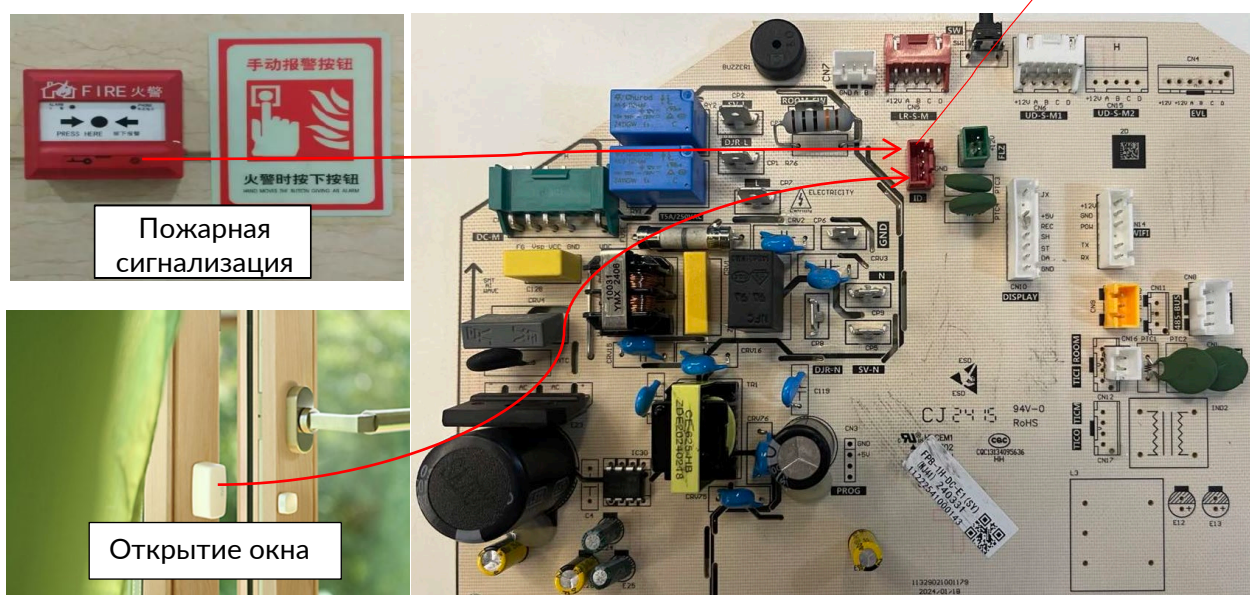

Рис.11
- Функция реализуется посредством разъема "сухой контакт", расположенного на плате управления (рис.11).